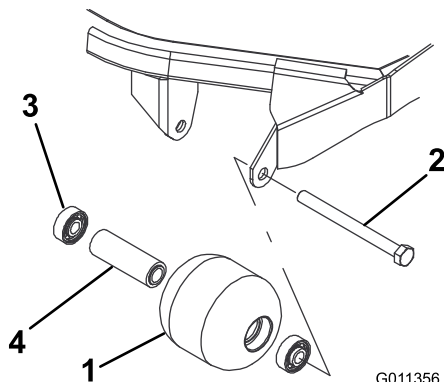

Figura 98
1. Retire el perno de montaje del rodillo (Figura 98).
4. Inspeccione el alojamiento del rodillo, los cojinetes, y el espaciador del cojinete (Figura 98). Sustituya cualquier componente dañado y ensámblelos.
1. Introduzca a presión el primer cojinete en el alojamiento del rodillo (Figura 98). Haga presión solamente sobre el anillo de rodadura exterior, o de forma igual sobre el anillo exterior y el interior.
2. Introduzca el espaciador (Figura 98).
3. Introduzca a presión el segundo cojinete en el alojamiento del rodillo (Figura 98). Presione uniformemente sobre los anillos de rodadura interior y exterior hasta que el anillo interior entre en contacto con el espaciador.